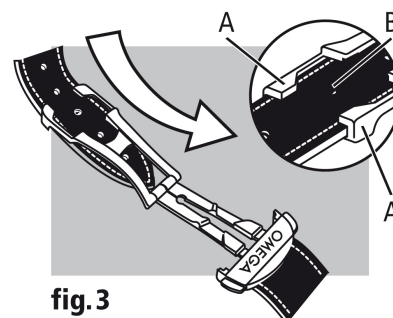

fig.3
Ajuste do comprimento (fig. 3): solte a junção longa de duas guias (A) e o pino (B). Desloque a bracelete no sentido desejado e introduza novamente o pino e as duas guias. Experimente o relógio e efectue um novo ajuste se necessário.